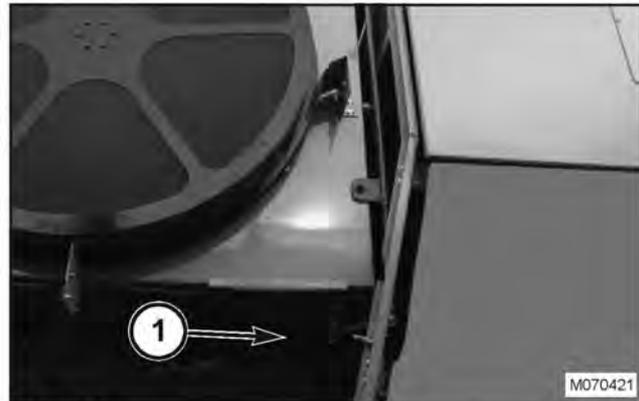

FIG. 116
FIG. 116: para ganar acceso al sistema giratorio de aire o para limpiar el enfriador de aceite hidráulico o el condensador, abrir el panel inferior y liberar las trabas (1). Girar el panel para exponer el enfriador de aceite y el condensador.
FIG. 116: después de instalar la correa de mando en la posición deseada y el resorte ajustado, girar el freno intermedio (1) próximo al brazo del intermediario y ajustar el perno (2). Esto previene daños en la correa durante condiciones severas.